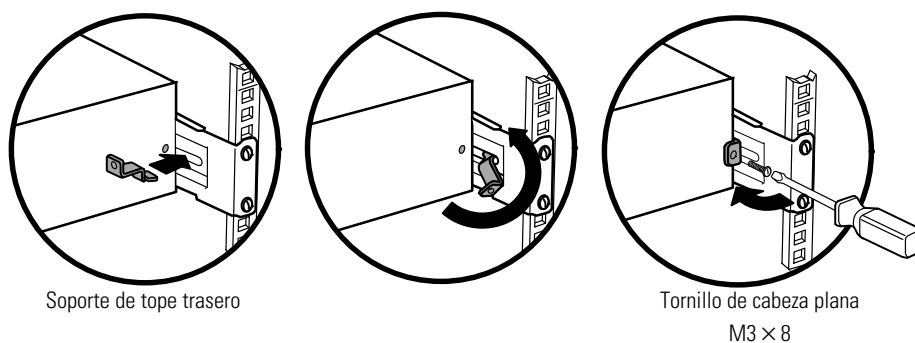

**Figura 7. Fijación de la parte delantera del armario**
12. Asegure la parte frontal del SAI en el bastidor haciendo uso de tornillos de cabeza plana M6 × 16 y dos tuercas prisioneras M6 en cada lado (consulte Figura 7). Instale el tornillo inferior en cada lado a través del orificio inferior del soporte de montaje y el orificio inferior de la guía.